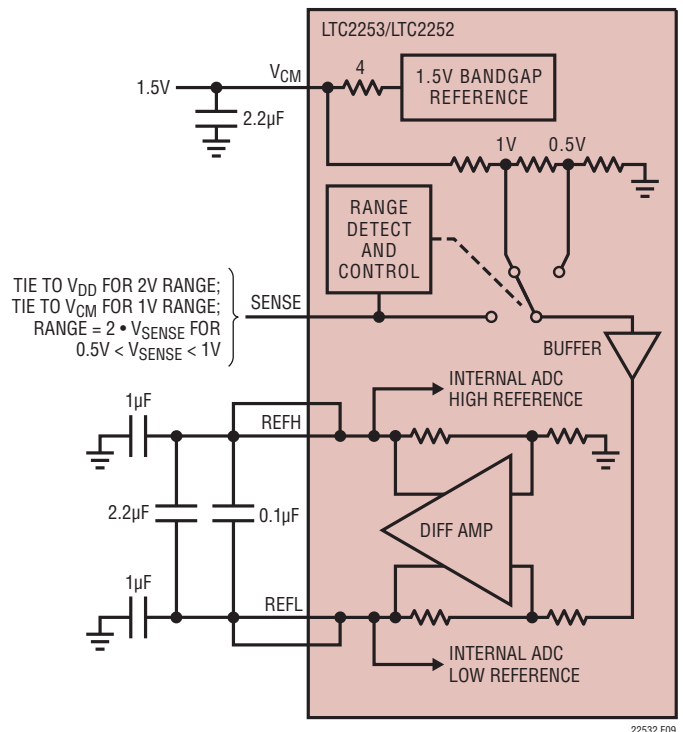

図9. 等価リファレンス回路
1.5Vのバンドギャップ・リファレンス、差動アンプ、およびスイッチングと制御の回路で構成されるLTC2253/LTC2252のリファレンス回路を図9に示します。内部電圧リファレンスはピンで選択可能な2V (差動±1V) または1V (差動±0.5V) の2つの入力レンジに設定することができます。SENSEピンをV_{DD}に接続すると2Vの範囲が選択され、SENSEピンをV_{CM}に接続すると1Vの範囲が選択されます。
差動アンプはADCの“H”リファレンスと“L”リファレンスを生成します。高速スイッチング回路がこれらの出力に接続されているので、これらの出力は外部でバイパスする必要があります。各出力には2つのピンがあります。パッケージのインダクタンスを減らすために複数の出力ピンを必要とします。バイパス・コンデンサは図9に示すように接続する必要があります。